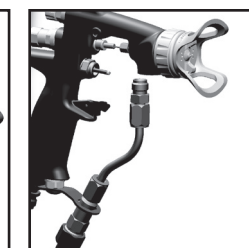

Fig. 26
12. Reposer le tuyau de produit et la gâchette. (voir fig. 26 & 25).